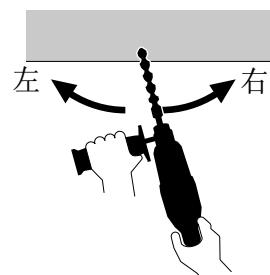

图 40
(图 40)
- LED 水平功能检测与重力垂直的表面（如墙壁）的倾斜（图 40 上、下），但不能检测相对于表面的水平倾斜（图 40 左、右）。